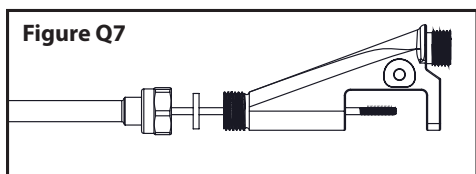
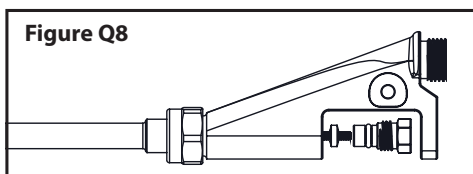

Figure Q7
Figure Q8
11. Insérez l'extrémité longue du câble et le joint plat dans l'extrémité avant de la soupape. **(Voir la figure Q7)** Poussez le câble à travers la valve jusqu'à ce que l'extrémité soit exposée pour fixer la rondelle d'étanchéité et l'écrou d'étanchéité. **(Voir la figure Q8)** Lubrifiez la rondelle d'étanchéité et les joints toriques dans l'écrou d'étanchéité UNIQUEMENT avec de la graisse silicone.